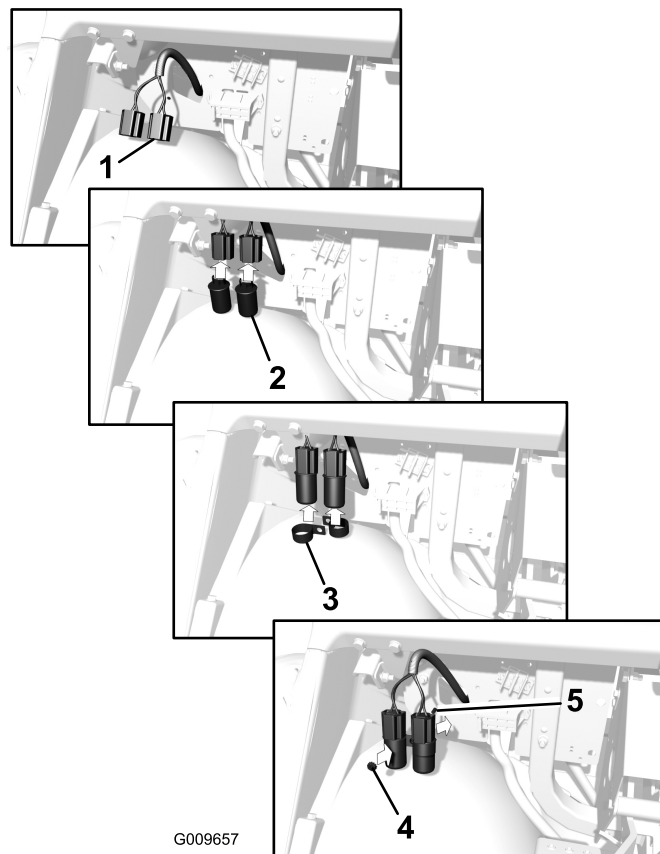

Figura 11
2. Spingete i connettori dei lampeggiatori attraverso le aperture nella piastra di montaggio sotto il cruscotto. Collegate i lampeggiatori al cablaggio anteriore (Figura 11).
3. Montate i lampeggiatori sulla piastra di montaggio mediante due fascette fermacavi a R, un dado di bloccaggio (1/4-20 poll.) e un bullone (1/4 x 3/4 poll.) come illustrato in Figura 11.